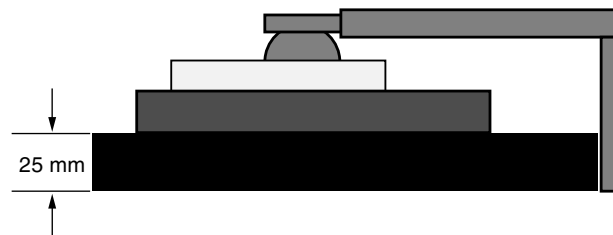

Abbildung S.1
3. Legen Sie den Monitor mit der Vorderseite nach unten auf eine weiche Oberfläche. (Der Bildschirm sollte auf eine um 25 mm erhöhte Fläche gelegt werden, damit der Fuß bündig mit der Oberfläche des Tisches abschließt) (**Abbildung S.1**).